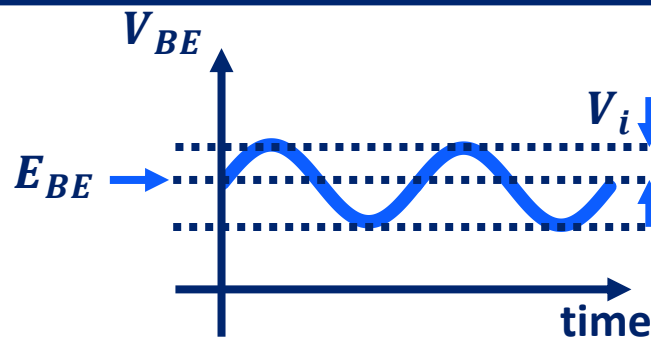

図1
1. ベース・エミッタ間に直流電圧 E_{BE} +信号 V_i を印加 (図1)